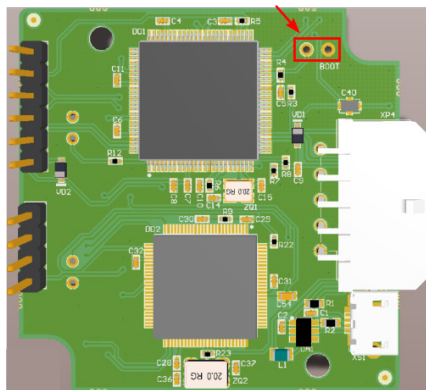

Рис.12. Замыкание контактов BOOT.
4. Замкните контакты BOOT на плате устройства TK-CAN-LOG (см. Рис.12) и подключите устройство к ПК с помощью стандартного кабеля USB AM – USB microB 5pin.